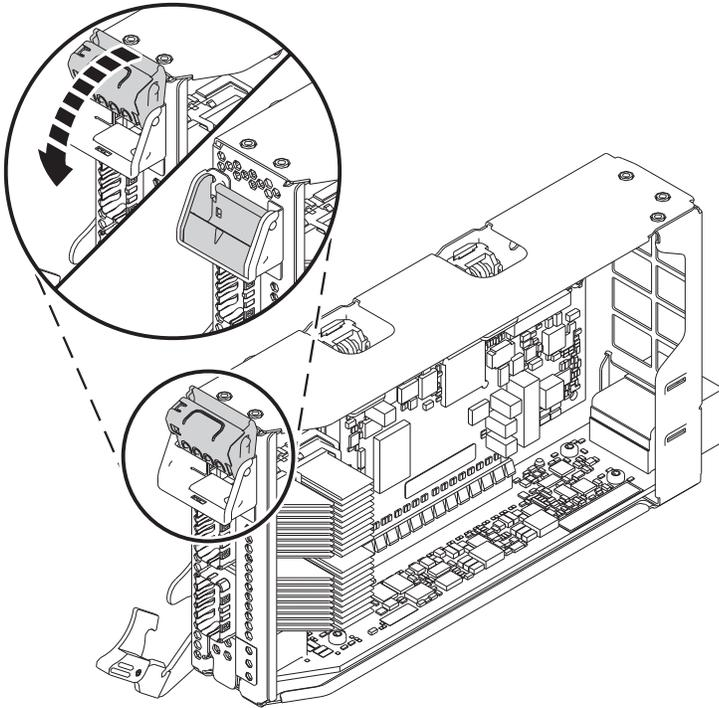

Abbildung 30. Adapter mit halber Länge und niedrigem Profil in der PCIe-Adapterkassette installieren
- c. Drehen Sie die Kassettenverriegelung wie in Abb. 30 auf Seite 32 dargestellt, damit der Adapter einrastet.